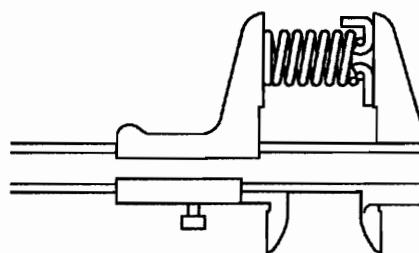
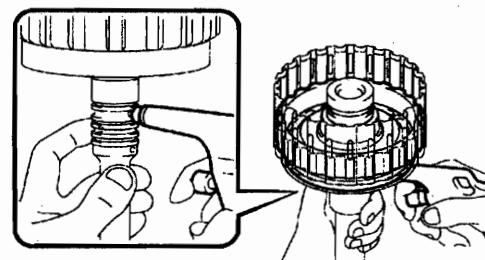
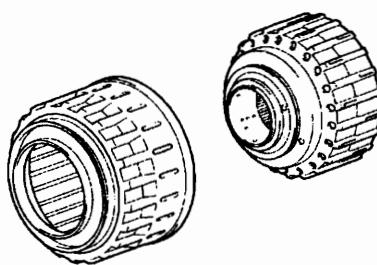

图 12-1-133
图 12-1-134
图 12-1-140
(15) 检查前进挡离合器回位弹簧分总成。如图 12-1-133 所示, 用游标卡尺测量弹簧 (带弹簧座) 的自由长度, 标准自由长度为 26.74mm。
(16) 拆下前进挡离合器活塞。
①如图 12-1-134 所示, 用手握住前进挡离合器活塞, 向输入轴内吹入 392kPa 的压缩空气, 取下前进挡离合器活塞。
(22) 检查倒挡离合器回位弹簧分总成。如图 12-1-133 所示, 用游标卡尺测量弹簧 (带弹簧座) 的自由长度, 标准自由长度为 21.04mm。
(23) 拆下倒挡离合器活塞分总成。
- ①如图 12-1-140 所示, 从离合器鼓分总成上拆下倒挡离合器活塞。
(25) 检查直接挡离合器回位弹簧分总成。如图 12-1-133 所示, 用游标卡尺测量弹簧(带弹簧座)的自由长度, 标准自由长度为 19.51mm。